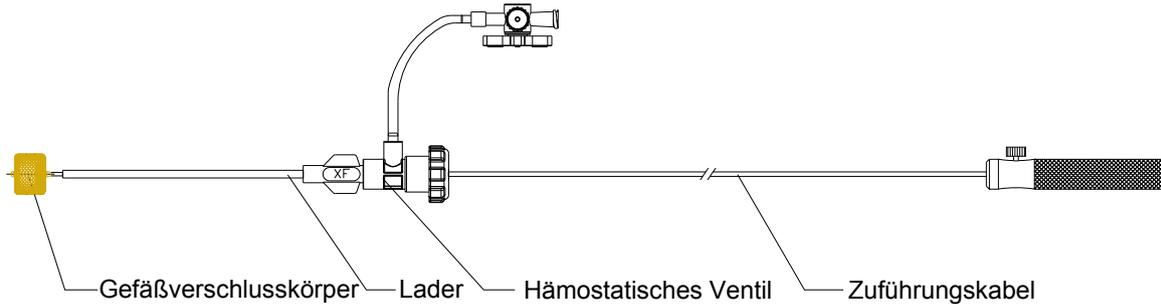

Abbildung 1 Aufbau des Cera™ Gefäßverschlusskörper-Systems
- Das Cera™ Gefäßverschlusskörper-System besteht aus dem Cera™ Gefäßverschlusskörper und dem Cera™ Einführungsinstrumenten-Kit des Gefäßverschlusskörpers. Der Cera™ Gefäßverschlusskörper ist ein selbstexpandierendes, zylinderförmiges Gerät aus einem Ni-Ti-Drahtgeflecht. (Siehe **Abbildung 1 ~ Abbildung 5**) Das Gerät ist an beiden Enden mit einer Edelstahlhülse fixiert. An einem Ende des Geräts ist eine Edelstahl-Mikroschraube (Mutter) angeschweißt. Das 140 cm lange Zuführungskabel lässt sich mit der Edelstahl-Mikroschraube verbinden, um das Gerät einzusetzen oder zu entfernen. In das Gerät sind PTFE-Membranen eingenäht, die das Loch abdichten und den Blutfluss nach der Positionierung des Verschlusskörpers hemmen sollen. Alle Metallstrukturen sind zur Verbesserung der Biokompatibilität mit Titanitrid (TiN) beschichtet. Das Gerät ist in Schritten von 2 mm in verschiedenen Größen von 4 bis 24 mm erhältlich. (siehe **Tabelle 1**)